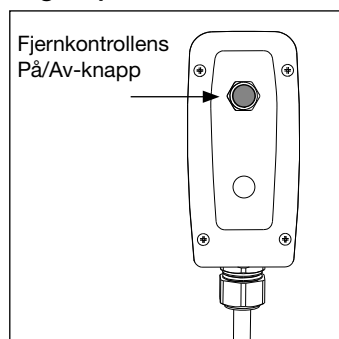

Fig. 10, Fjernkontrollens
5.3 Bruk av fjernkontroll (se fig. 10)